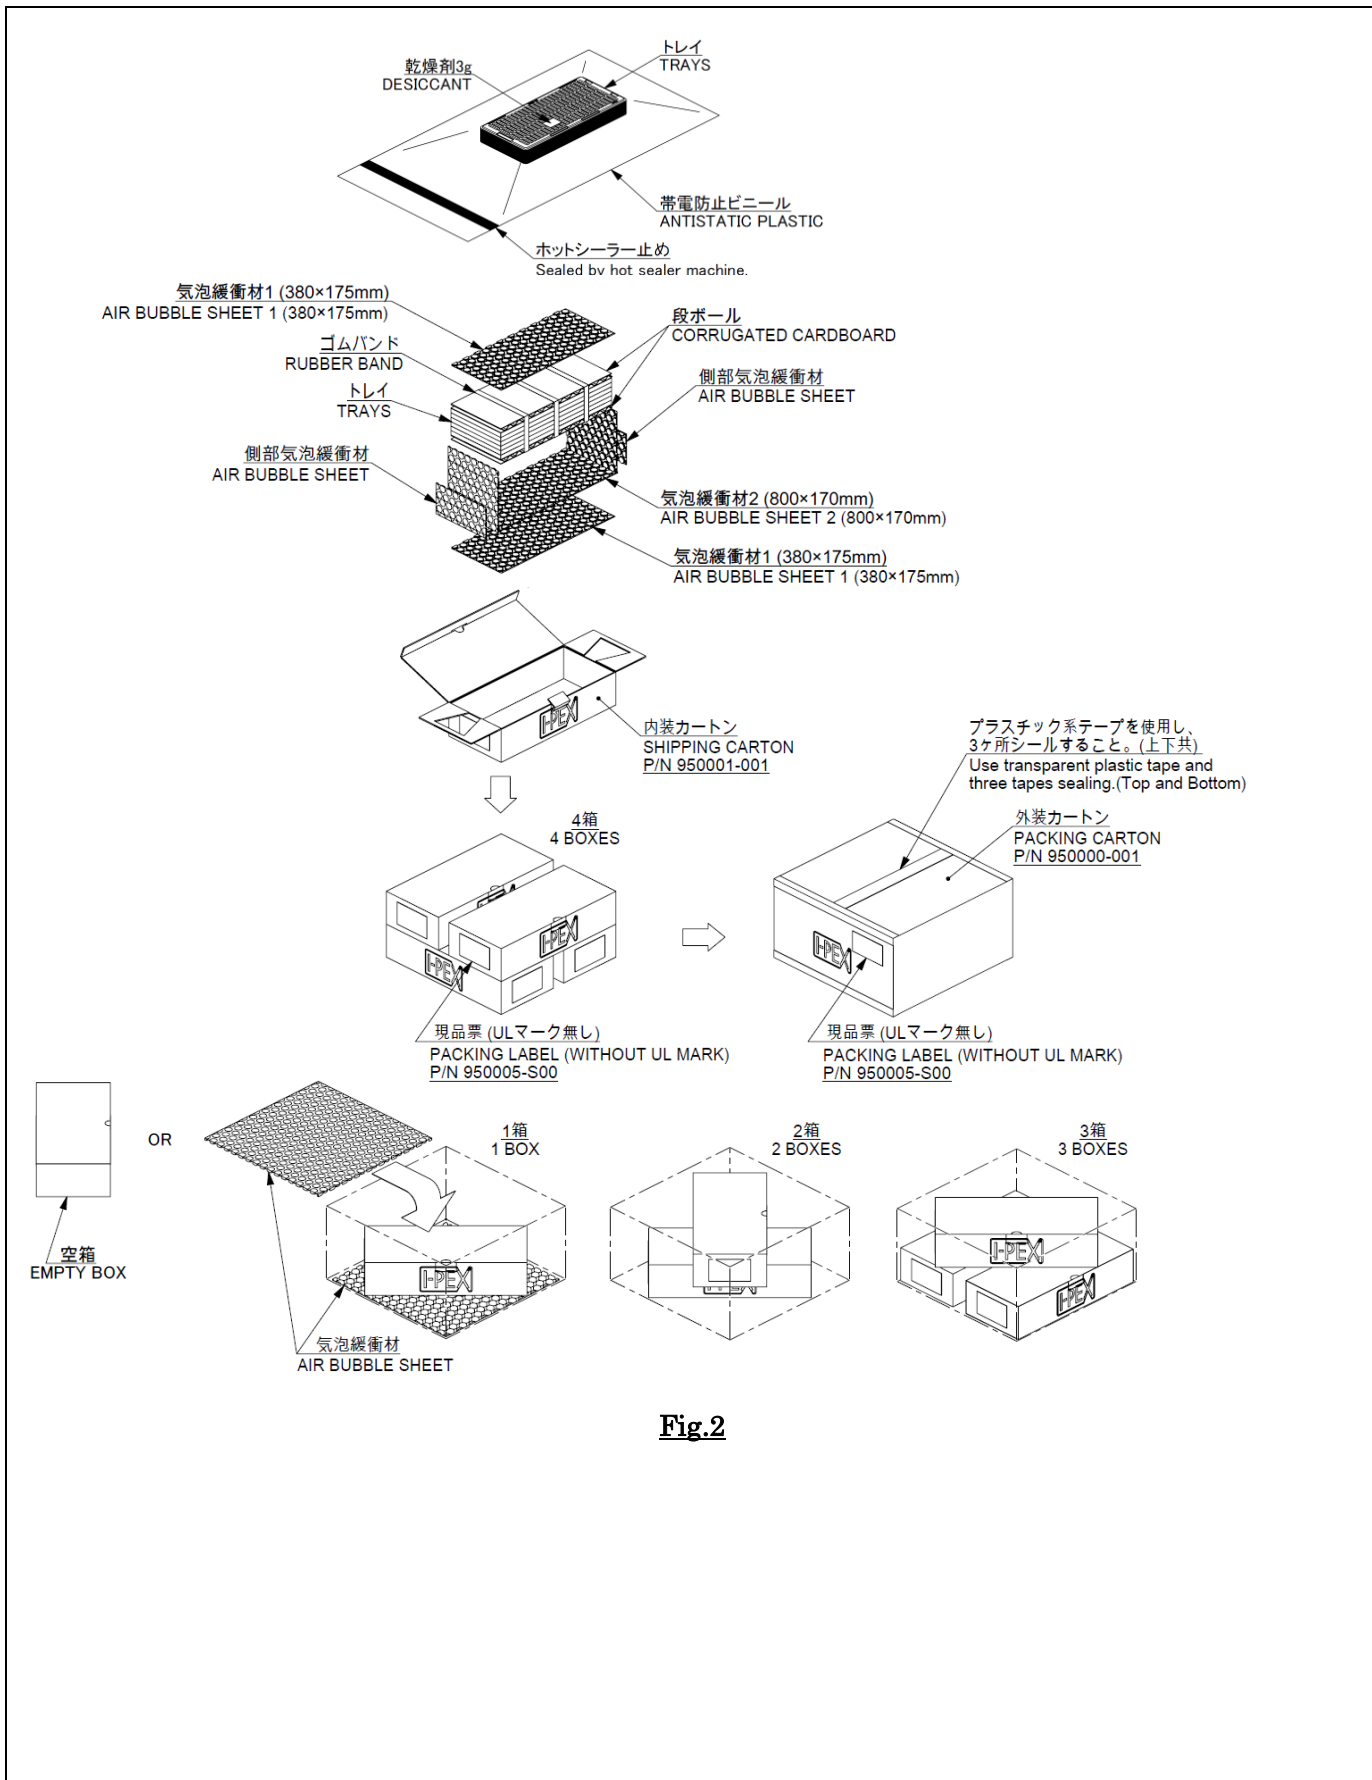

Fig.2
- (1) 製品を入れたトレイを、3.で指定された枚数重ねる。
- (2) 重ねたトレイを乾燥剤1袋と一緒に帯電防止ビニール袋に入れ、ホットシーラー止めを行う。
- (3) 帯電防止ビニール袋に梱包後、上下に段ボールをあて、ゴムバンド(折径160mm、折り幅4.5mm、オーバンド#415)を10~13cm間隔で3本掛ける(2重まき)。
- (4) ゴムバンドで止めたトレイを、図2に示す様に内装カートンに入れる。
- (5) ① 内装カートンに側部気泡緩衝材及び底面に気泡緩衝材1を2枚敷く。
② ①の上に気泡緩衝材2を1枚重ねる。その後トレイを規定枚数入れ、気泡緩衝材2の余った分を内側に折り返す。
- (6) 内装カートンには、図2に示す指定の位置の現品票を貼付する。
- (1) Piling the TRAY put products of QTY. designated in 3.
- (2) Piled tray is put into the antistatic plastic together with one bag of desiccant, and it is sealed by hot sealer machine.
- (3) After pacing by antistatic plastic, cardboard is put on top and bottom and it is tied off(double) with three rubber bands (Folded diameter of rubber band is 160[mm], folded diameter width of it is 4.5[mm], O'Band #415) at intervals of 10~13[cm].
- (4) Putting the TRAY bound with rubber bands in S CARTON as shown Fig.2.
- (5) ① Put air bubble sheet on sides and spread 2 sheets of air bubble sheet 1 on the bottom of an inner carton.
② Pile one sheet of air bubble sheet 2 on ① and put the designated qty of tray, then fold the extra part of air bubble sheet 2 inward.
- (6) Putting a label on the designated place of S CARTON as shown Fig.2.
- (1) 3で指定された数の内装カートンを図2に示す様に、下段と上段の内装カートンを互い違いに梱包する。
- (2) 外装カートンには、図2の指定の位置に現品票を貼付する。
- (1) Packing S CARTONS of QTY. designated in 3 to alternate the top and the bottom S CARTONS, as shown Fig.2.
- (2) Putting a label on the designated place of P CARTON as shown Fig.2.